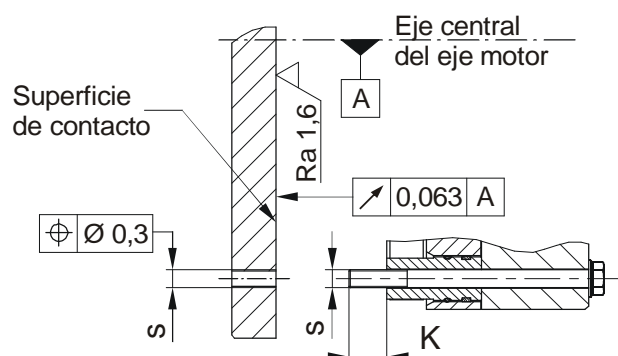

Fig. 5
- ❑ En las versiones con buje (Tipo 8012.\_1\_ \_3) deben dimensionarse los ajustes de la perforación de buje (10) y del eje de tal manera que la dentadura de cubo (10) no será ensanchada. Un ensanchado de la dentadura provoca un apriete del rotor (3) en el buje (10) y por lo tanto fallos funciones del freno. Adaptación recomendada de buje - eje H7/k6. Cuando se calienta el buje (10) para facilitar su colocación, debe retirarse primero la junta tórica (11) y realizarse primero el montaje de buje. No se debe pasar la temperatura de colocación máx. permitida de 200 °C.
- ❑ Se debe realizar un dimensionamiento de la unión de chaveta en función de los requerimientos del diámetro de eje, el par transmisible y las condiciones de servicio. Para ello deben conocerse los datos correspondientes del operador o bien el dimensionado se realiza sobre la base de los fundamentos de cálculo vigentes en la norma DIN 6892. Para el cálculo debe dimensionarse la calidad del buje con  $Re = 300 \text{ N/mm}^2$ . El largo de soporte de la chaveta debe cubrir todo el buje (10).
- ❑ Las medidas de montaje y las rosca de empalme deben proporcionarse con una profundidad  $K + 2 \text{ mm}$  ( $K$  = saliente de tornillo) según el catálogo, o bien según el dibujo de instalación general correspondiente (Fig. 5).